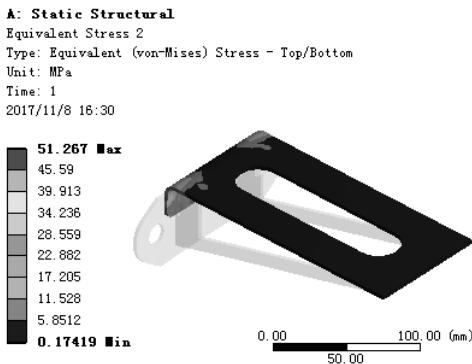

图 7.11.22 应力结果图解 (UP-SHEET)
(4) 查看 UP-SHEET 零件应力结果图解。在“Outline”窗口中选中 Equivalent Stress 2，查看图 7.11.22 所示的零件 UP-SHEET 的应力结果，其最小应力为 0.17419MPa，最大应力为 51.267MPa。